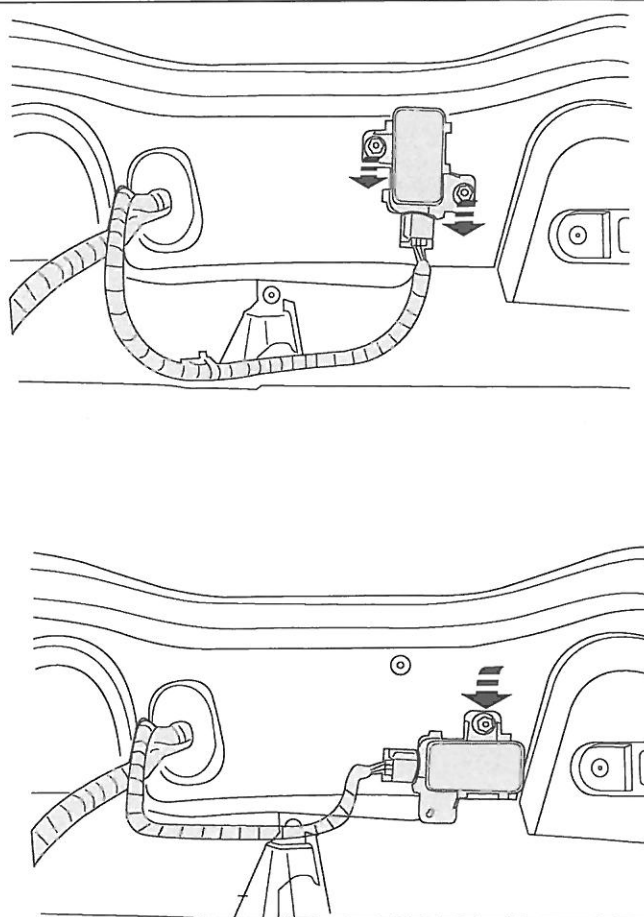

Fig.2
3. Please note: if present Remove the sensor and reattach after having turned it 90 degrees. See figure 2
gedreht wieder befestigen. Siehe Abbildung 2
3. Attention, si présent : Démontez le capteur et le remonter en le tournant à 90 degrés. Voir la figure 2